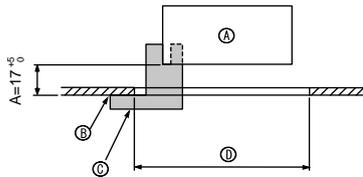
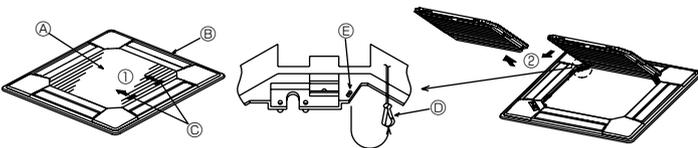
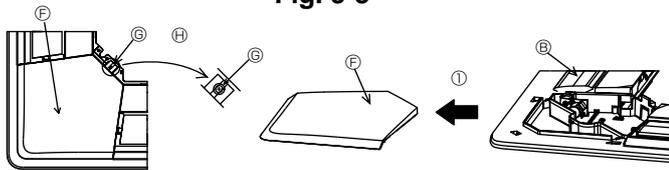

Fig. 5-2
Fig. 5-3
Fig. 5-4
①	Grille	1	950 × 950 (mm)
②	Vis avec rondelle captive	4	M5 × 0,8 × 25
③	Jauge	1	(Divisée en quatre parties)
④	Attache	3
⑤	Vis	4	4 × 8
⑥	Vis	1	4 × 12
⑦	Panneau en coin i-see sensor	1	pour PLP-6BAE
5.2. Préparation avant d'attacher la grille (Fig. 5-2)
- A l'aide de la jauge ③ fournie avec ce kit, régler et vérifier la position de l'appareil par rapport au plafond. Si l'appareil n'est pas correctement positionné, il y aura des risques de fuites d'air et de la condensation pourrait s'accumuler.
- Ⓒ Jauge ③ (insérée dans l'appareil)
5.2.1. Retrait de la grille d'admission (Fig. 5-3)
- Pour ouvrir la grille d'admission, faire glisser les leviers dans le sens indiqué par la flèche ①.
- Lorsque la grille se trouve en position "ouverte", retirer la charnière de la grille d'admission comme indiqué par la flèche ②.
5.2.2. Retrait du panneau en coin (Fig. 5-4)
- Retirer la vis du coin du panneau en coin. Faire glisser le panneau comme indiqué par la flèche ① pour le déposer.
[Fig.5-3, 5-4]